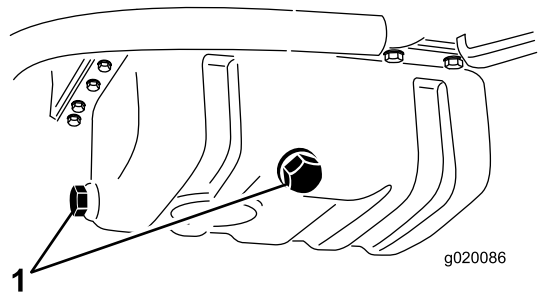

Figura 56
1. Retire cualquier de los tapones de vaciado (Figura 56) y deje fluir el aceite a un recipiente apropiado. Cuando el aceite deje de fluir, coloque el tapón de vaciado.